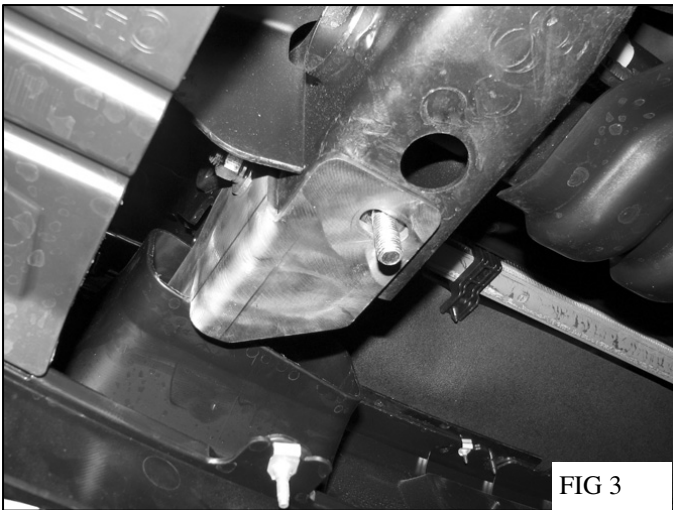

FIG 3
3. Select the driver side frame Mounting Bracket. From behind the bumper, insert the Bracket through the inlet for the tow hook, (Figure 3 & 4). Line up the two holes in the Bracket with the holes for the tow hook hardware. Bolt the Bracket to the frame with two (item 7 ) M12 Hex Bolts, four (item 8) M12 Flat Washers, two (item 9) M12 Lock Washers and two (item 10) 12mm Hex Nuts. Remove the protective tape. Do not tighten hardware at this time.
3. Sélectionner le support de montage châssis côté conducteur. Depuis l'arrière du pare-chocs, insérer le support à travers l'orifice d'entrée pour le crochet de remorquage. (Figure 3 & 4). Aligner les deux trous dans le support avec les trous pour le matériel du crochet de remorquage. Boulonner le support au châssis avec deux (pièce 7) M12 boulons hexagonaux, quatre (pièce 8) M12 rondelles plates, deux (pièce 9) M12 rondelles-frein et deux (pièce 10) 12MM écrous hexagonaux. Retirer l'adhésif de protection. Ne pas serrer le matériel à cet instant.